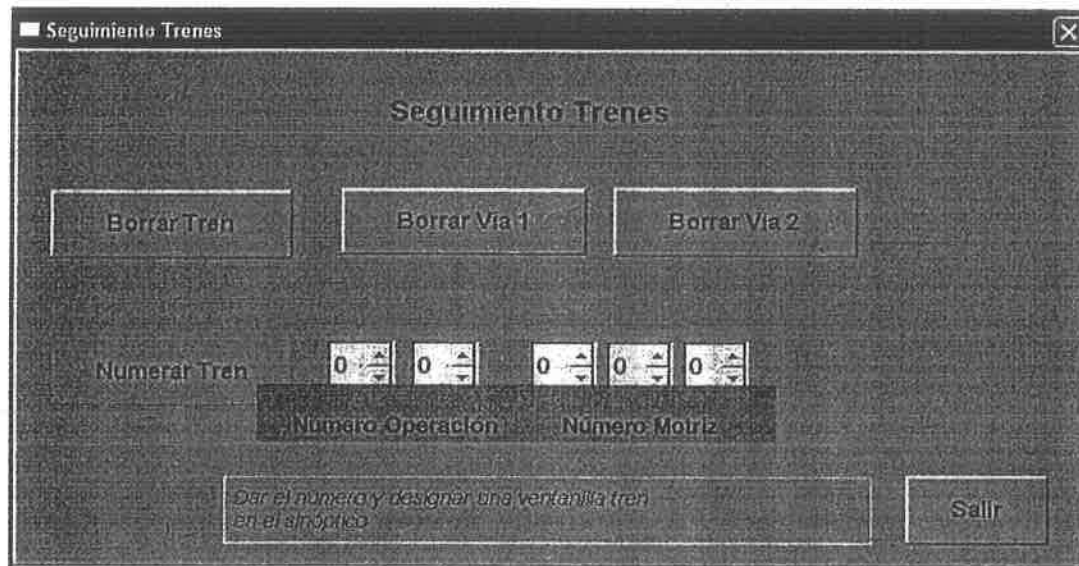

Fig. 12. Ventana " Seguimiento Trenes - Numerar Tren"
• Seleccionar el botón “ NUMERAR TREN ” • Con las flechas elegir el número de operación deseado y el número de la motriz (facultativo)(ver Fig 12) • Presionar en el sinóptico la ventanilla de número de operación donde se encuentra el tren a numerar o a cambiar su numeración • Presionar el botón “ SALIR ” ó elegir una función	La ventana “ Seguimiento Trenes - Numerar Tren ” aparece en la pantalla